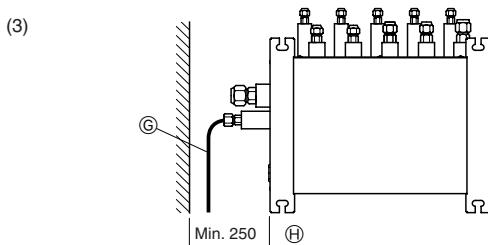

Fig. 4-7
#### (3) Üstten Görünüm (Fig. 4-7)